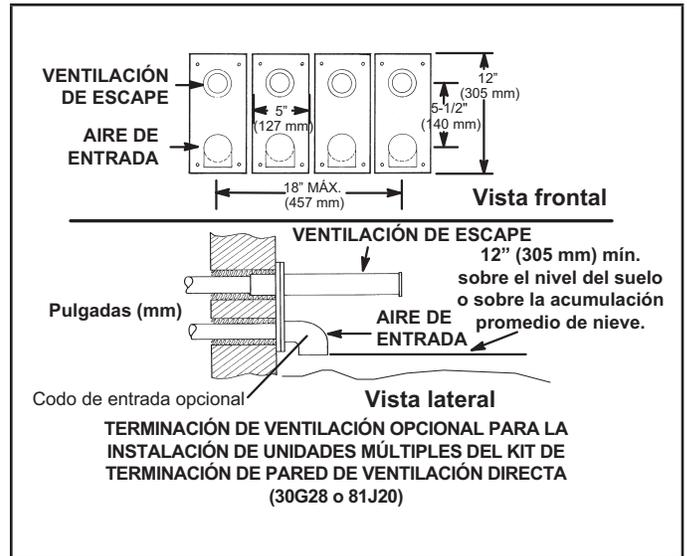

FIGURA 35
- 8 - Una instalación de calefactores múltiples puede utilizar un grupo de hasta cuatro terminaciones ensambladas juntas horizontalmente, como se muestra en la FIGURA 35.